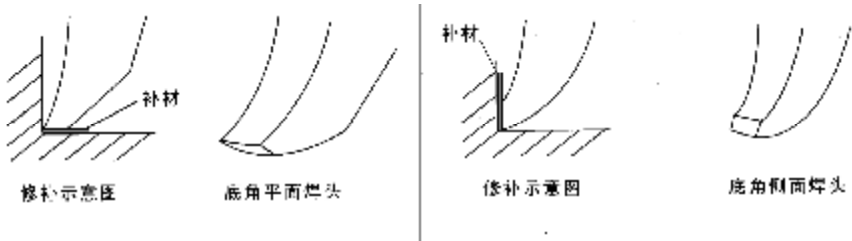

图4—底角焊头示意图
**底角焊头**，是为了弥补球形焊头不能焊到内角清角处而专门制作的，其端部接触部位是平面。随机有两种规格，一种是 $1\text{mm}^2$ 的，另一种是 $1.5\text{mm}^2$ 的。底角焊头，适用于底角处的修补（如下图4所示）。底角焊头接触面的大小以 $1\text{-}2\text{mm}^2$ 为佳，过小会产生尖端电弧放电而在工件上产生放电坑，过大会由于焊接功率不足，产生虚焊现象。